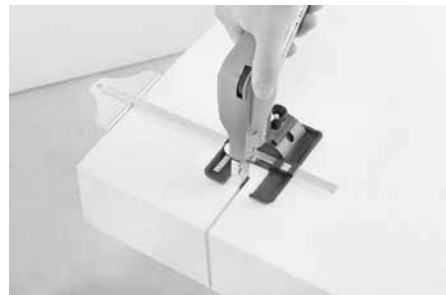

Fig. 2
- ou de guider la butée fournie à la distance souhaitée (max. 25 cm) le long du bord du panneau (fig. 2)